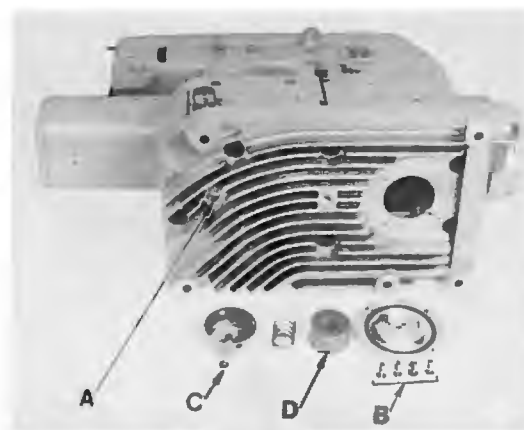

Fig. 8
The main oil filter (D, Fig. 8) and the oil filter (B, Fig. 9) have to be cleaned in petroleum at every oil change.
The main oil filter (D, Fig. 8) is accessible by loosening screw (B) and (C). The oil filter (B, Fig. 9) can be removed by turning it counter clockwise.
Der Hauptölfilter (D, Fig. 8) und der Ölfilter (B, Fig. 9) müssen bei jedem Ölwechsel in Petroleum gereinigt werden.
Der Hauptölfilter (D, Fig. 8) ist nach Lösen der Schrauben (B) und (C) zugänglich. Der Ölfilter (B, Fig. 9) wird durch Drehen im Gegenuhrzeigersinn entfernt.